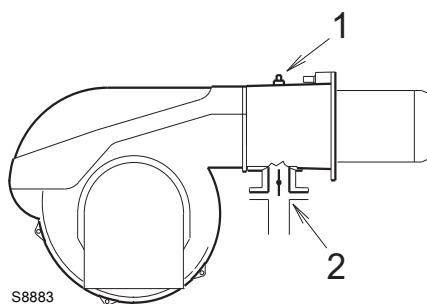

图 25
在测试点 1) (图 25) 处测得的燃气压力，其中：
燃气蝶阀 2) (图 25) 处压力损失，此时燃气蝶阀开启至最大：90°。
- 用在测试点 1) (图 25) 处测得的燃气压力减去炉膛压力。
计算测试点 1) (图 25) 处所需燃气压力，将燃烧器以最大比调出力运行：
- 读出右边栏 1 所示测试点 1) (图 25) 处压力。
测试点 1) (图 25) 处所需的压力。